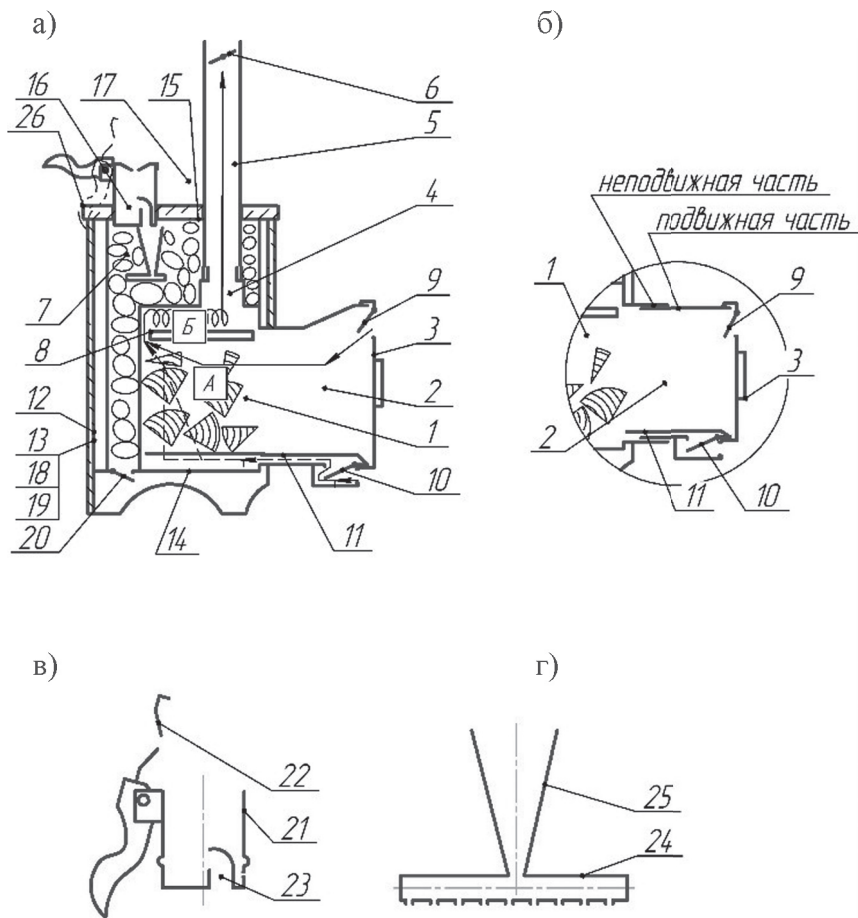

Рисунок 5.1. Принципиальные схемы.
**5.1.** Печь для русской бани (рис. 5.1, а) включает следующие основные элементы: топка 1, тоннель 2, дверца 3, выходной патрубок 4, дымоотводящий канал 5 с шибером 6 и закрытая емкость 7 для камней. В топке 1 смонтирован отражатель 8. Основной воздухозаборник 9 с регулируемой заслонкой выполнен в верхней части дверцы 3 (над экраном). Дополнительный воздухозаборник 10 с регулируемой заслонкой установлен в нижней части тоннеля 2. Там же смонтирован воздушный канал 11. Топка 1 и каменка 7 имеют общую защитную декоративную каменную облицовку 12 состоящую из ламелей и каменной столешницы. Подача воздуха в зону горения и регулирование интенсивности горения осуществляются через основной 9 и дополнительный 10 воздухозаборники. Регулирование потока газов на выходе из печи осуществляется с помощью шибера 6.
Предусмотрен вариант исполнения телескопического тоннеля (рис. 5.1, б). Во время монтажа печи подвижную часть тоннеля фиксируют в стене и герметизируют.
Фитоконтейнер 16 устанавливают в посадочное место в крышке 15, закрывающей емкость для камней. Фитоконтейнер в сборе (рис. 5.1, в) представляет собой цилиндр 21 проходного сечения с крышкой 22. Крышка 22 имеет заливную горловину. Внутри цилиндра 21 выполнено отверстие 23 для прохождения пара. Ароматические вещества (травы и др.) укладывают на дно цилиндра 21 и заливают водой.
Трубопровод 17 (рис. 5.1., г, который ценители русской бани называют еще «паровой пушкой»), служит для подачи и равномерного распределения воды на самые горячие камни, расположенные непосредственно над топкой. Он представляет собой Т-образную стальную трубу 24 с заливной горловиной 25. В нижней части трубы 24 равномерно распределены выходные отверстия.
2. Тоннель 2 проходного сечения выполнен из жаропрочной нержавеющей стали. Предусмотрены два варианта исполнения тоннеля: цельнометаллический (см. рис. 5.1, а) и телескопический (рис. 5.1, б). Телескопический тоннель облегчает монтаж печи. Однако в такой тоннель можно установить светопрозрачный экран лишь небольшого размера (200х180 мм). В цельнометаллическом тоннеле увеличивают входное окно, соответственно, в него можно установить экран большего размера (340х310 мм). В тоннеле снизу смонтирован дополнительный воздухозаборник, который предназначен для более интенсивного дожигания дров в самой нижней части топки на завершающей стадии горения.
**Внимание!** Не забудьте, что паровую пушку 18 (см. рис. 5.1, б) устанавливают вместе с камнями. Причем на топку сначала укладывают 1...1,5 слоя камней, затем в специальные кронштейны (3 шт.) устанавливается паровая пушка 18 и фиксируется специальными отгибающимися «язычками», после чего закладывают полностью камнями весь объем каменки.